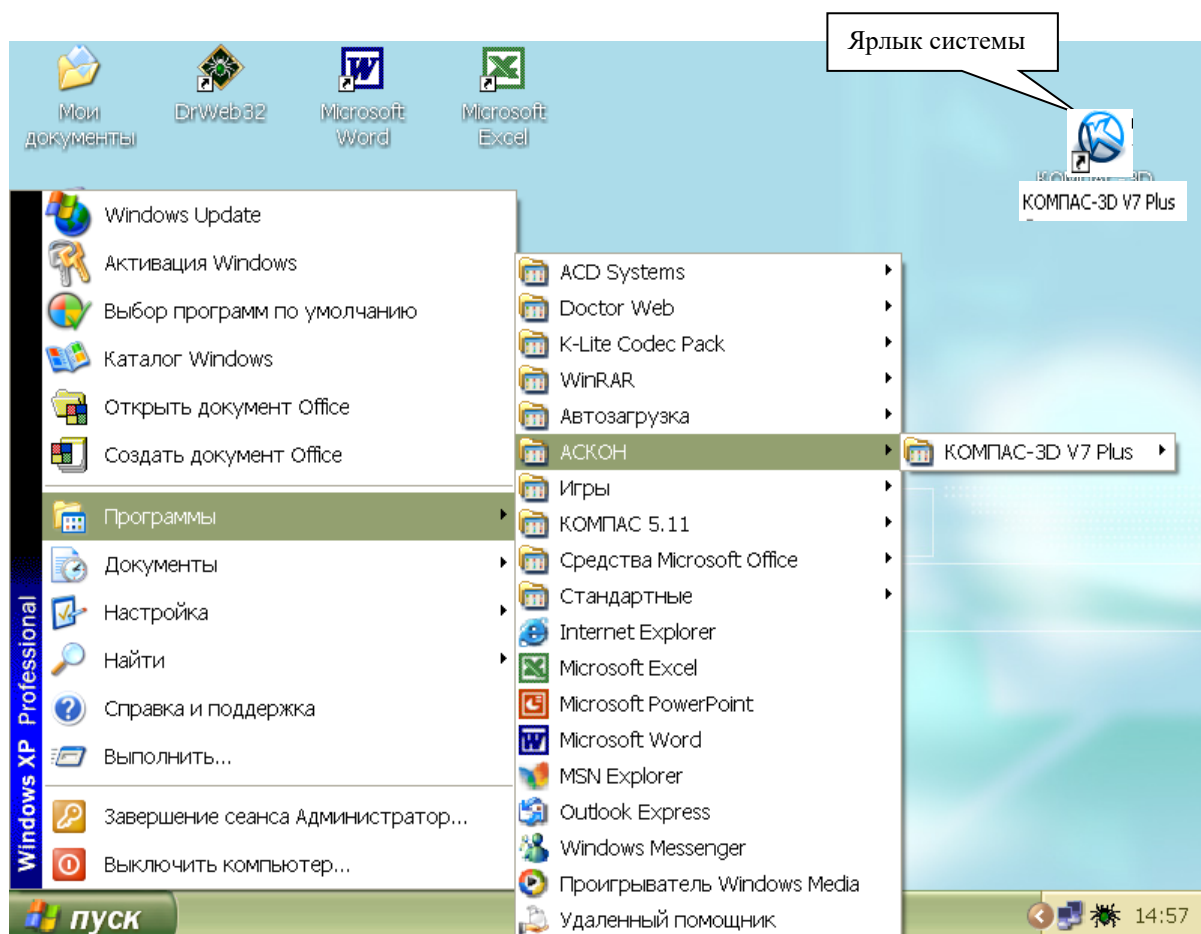

Рис.1 Рабочий стол
2. Сделать двойной щелчок на ярлыке системы , расположенном на рабочем столе (рис.1).